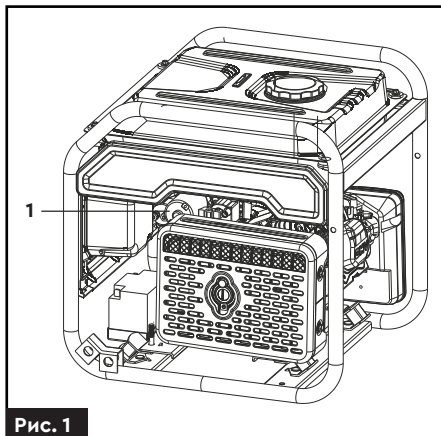

Рис. 1
2.1. Генератори з баком 12 л (рис. 1, 2, 3)